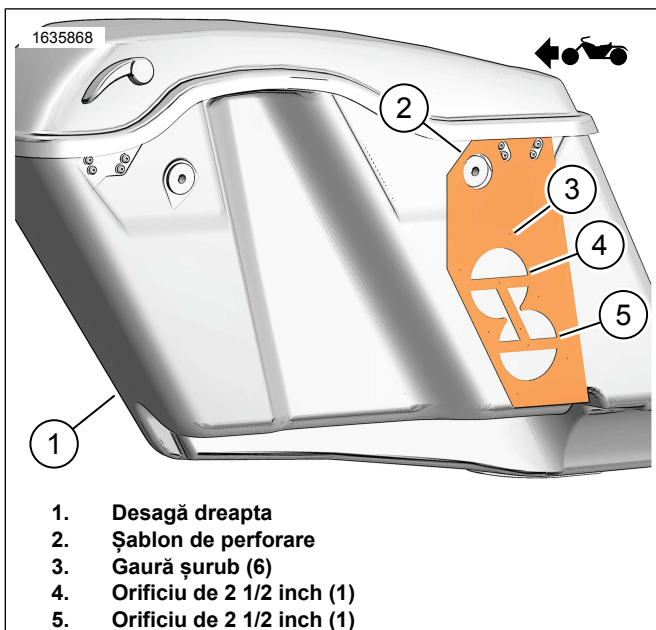
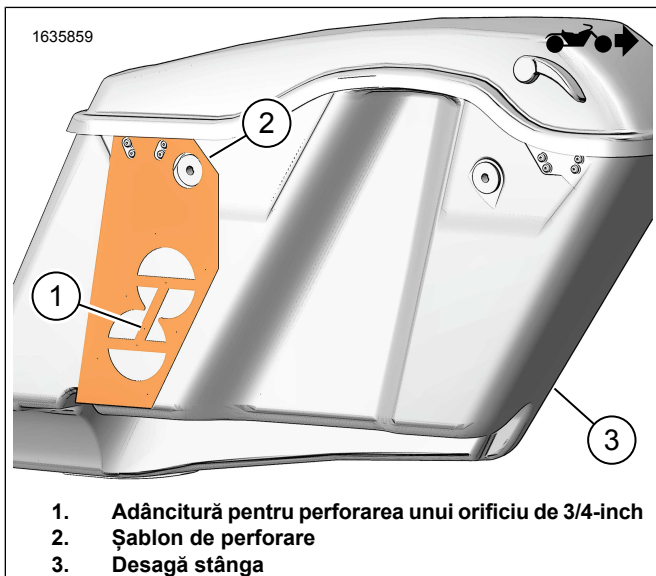
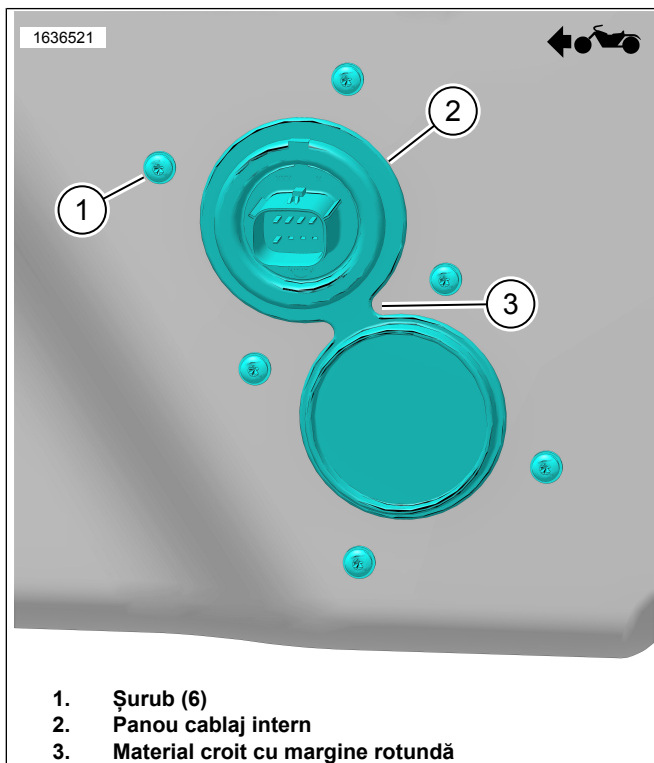

Figura 2. Desagă dreapta
Figura 3. Desagă stânga
Figura 7. Panou cablaj intern
1. A se vedea figura 2. Poziționați șablonului de foraj (2) pe desaga din dreapta (1).
2. Modificați desaga din dreapta (1).
- d. A se vedea figura 7. Croiți materialul cu margine rotundă (3).
4. A se vedea figura 3. Poziționați șablonul de foraj (2) pe desaga stângă (3).
5. Modificați desaga din stânga (3).
- a. Centrați locul de perforare (1) pe șablon.
6. A se vedea figura 7. Montați panoul cablajului intern (2).